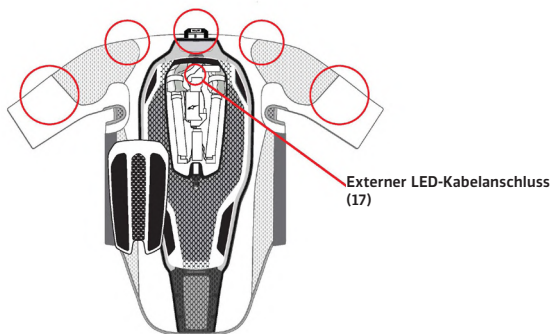

Abbildung 12: Position der Klettverschlüsse und des externen LED-Anzeige-Anschlusses (17)
1. Vorbereitung des Systems. Entfernen Sie den Konverter (3) und vergewissern Sie sich, dass alle Klettverschlüsse auf der oberen Textilschicht (1) nicht mit Schutzabdeckungen versehen sind. Es gibt fünf Klettbefestigungen (Abbildung 12): vier im Schulterbereich und eine im Nackenbereich. Wenn die schützende Oberbekleidung mit einer kompatiblen Tech-Air® LED-Anzeige ausgestattet ist, die in den Ärmel integriert ist, können Sie das System über den Anschluss für die externe LED-Anzeige (17), der sich unter der Abdeckung des Rückenprotektors (5) befindet, durch die in Abbildung 12 gezeigte Öffnung mit der externen LED-Anzeige verbinden.